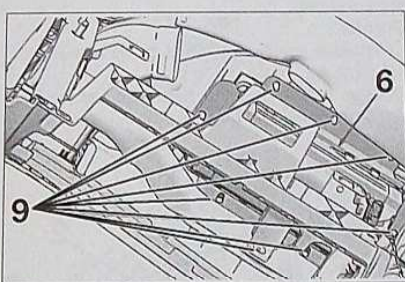

FIG. 15
Déposer les fixations (9) et l'airbag passager (6) (Fig.15)